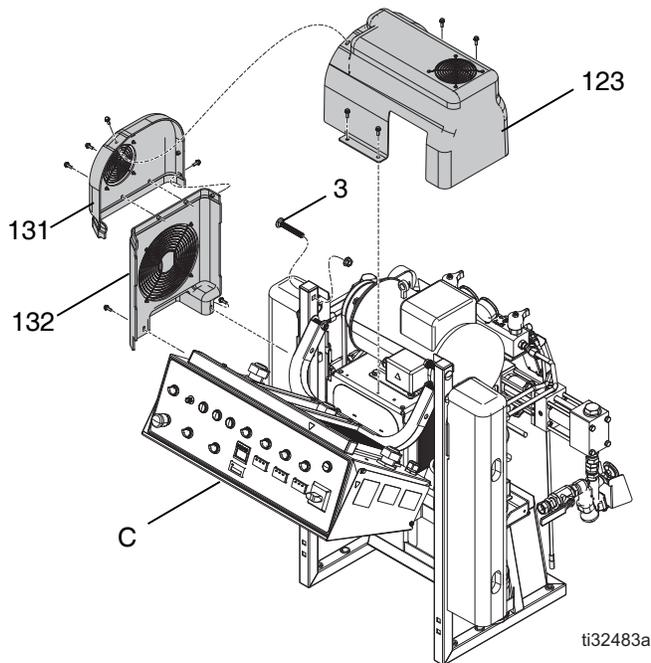
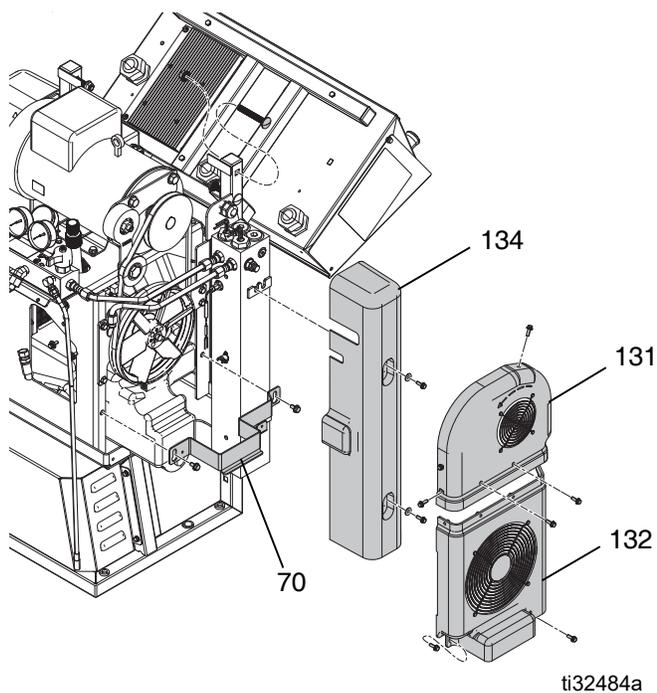

FIG. 63
FIG. 64
6. Retirez le moteur et les couvercles de courroie (123, 131). Soulever le couvercle (123) et desserrer les attaches du support argent (70). Détacher le support argent (70) des attaches et le mettre de côté. Enlevez les couvercles de courroie (131, 132). Enlever le couvercle du réchauffeur (123). Voir FIG. 63 et FIG. 64.